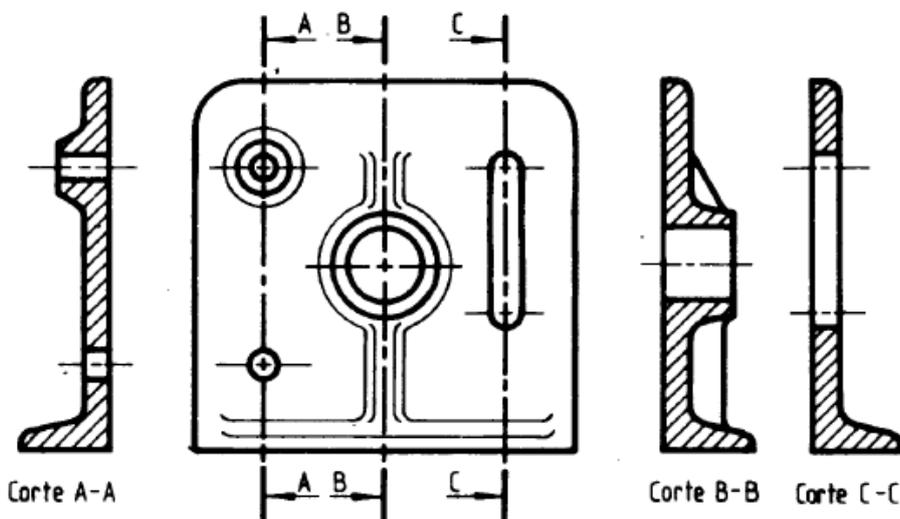

Figura 27
4.7.2 Cuando sobre un mismo plano de proyección se proyecten varios cortes deberán quedar dispuestos como se indica en la figura 27.